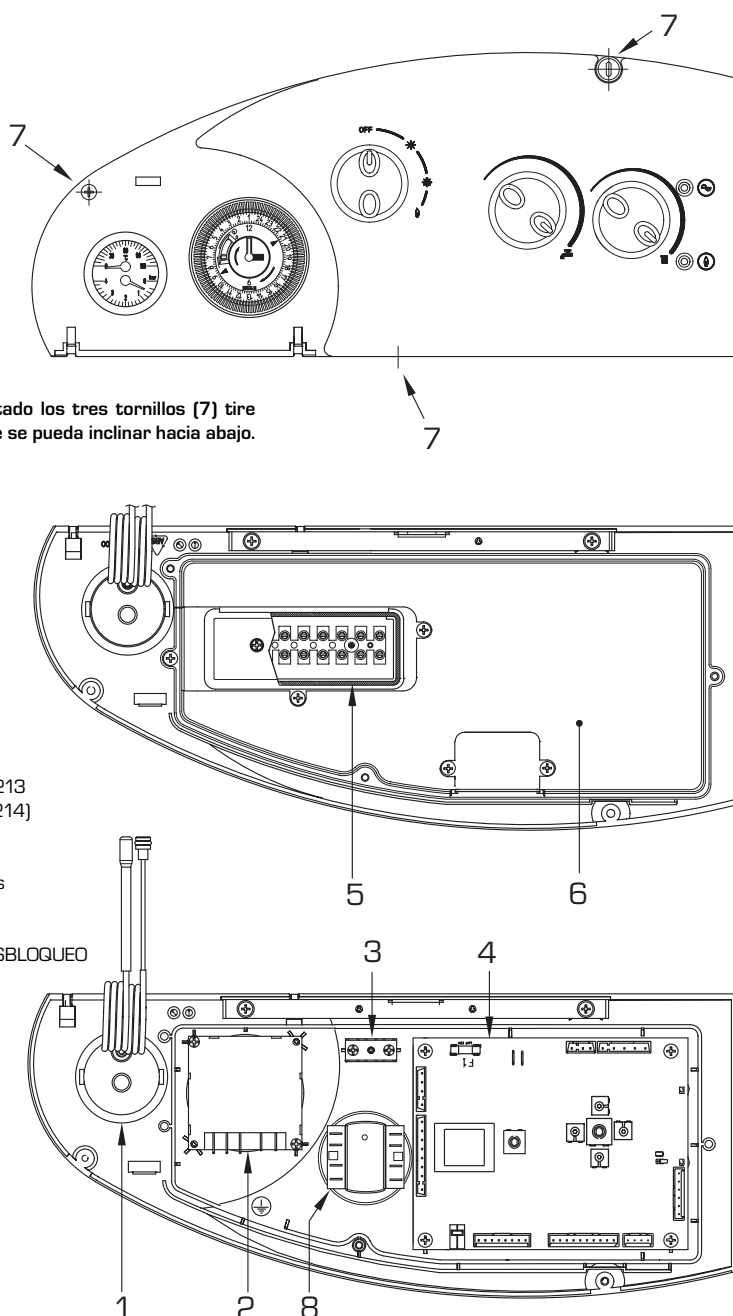

Fig. 14
2.11.1 Cuadro eléctrico (fig 14)
2.11.2 Conexión cronotermóstato (fig.14)